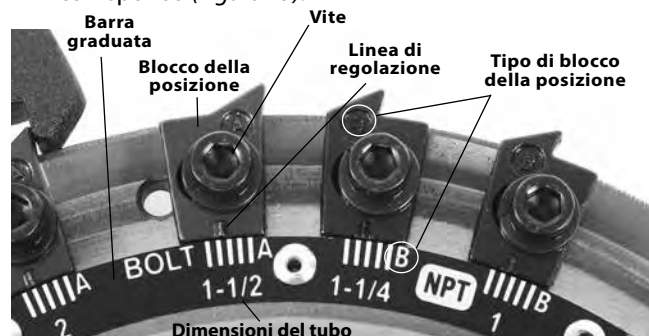

Figura 15 – Regolazione della dimensione della filettatura
6. Accertarsi sempre che il tipo di blocco della posizione corrisponda (Figura 15).